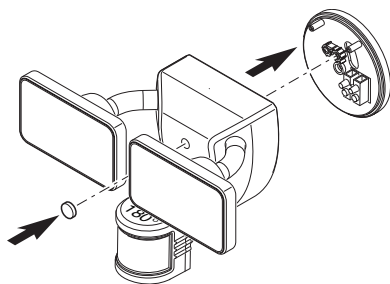

Figure 5
3. Serrez solidement le boulon de montage, en évitant toutefois de trop le serrer (voir la Figure 5).
4. Enfoncez fermement le bouchon de caoutchouc dans le trou du boulon de montage du luminaire (voir la Figure 5).